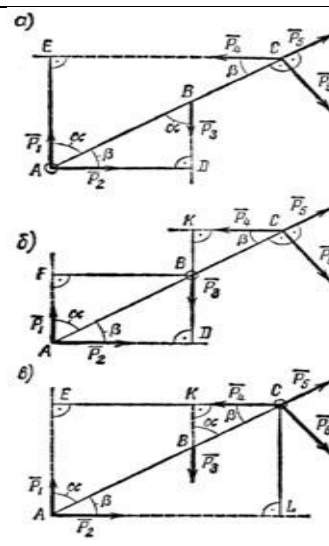

Рисунок 7
2. Определить моменты шести заданных сил (рис. 7) относительно точек А, В и С, если $P_1 = 30 \text{ Н}$, $P_2 = 50 \text{ Н}$, $P_3 = 25 \text{ Н}$, $P_4 = 40 \text{ Н}$, $P_5 = 35 \text{ Н}$, $P_6 = 54 \text{ Н}$, $AB = 1,2 \text{ м}$, $BC = 0,8 \text{ м}$, $a = 55^\circ$ и $b = 35^\circ$.